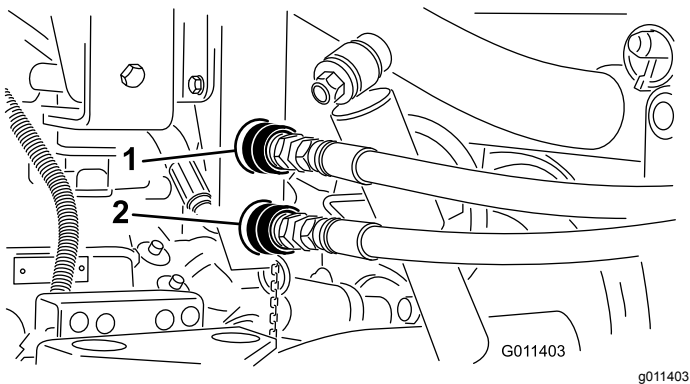

図 17
3. トップドレスサのクイックカップラ図 17 が汚れていないことを確認する。カップラが汚れていると油圧システム全体が汚染されるので十分注意する。カップラがきれいであることを確かめたら、クイックカップラをワークマンに接続する。ホースには、A と B というマークがついているので、このマーク同士を合わせて接続する。どちらのクイックカップラも完全に嵌っていることを確認する。
注 図 17 に示されているカップラは、シリアル番号が 239999999 よりも小さい車両のものです。